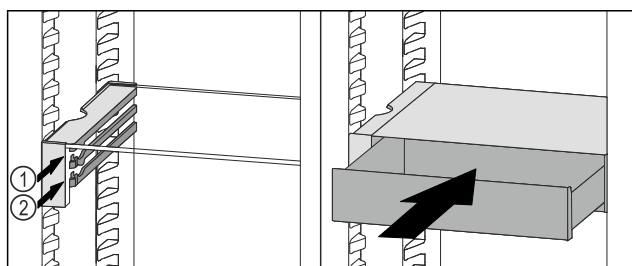

Fig. 70
- ▶ Așezați sertarul VarioSafe în spatele opritoarelor pe nervura dorită Fig. 70 (1) sau Fig. 70 (2).